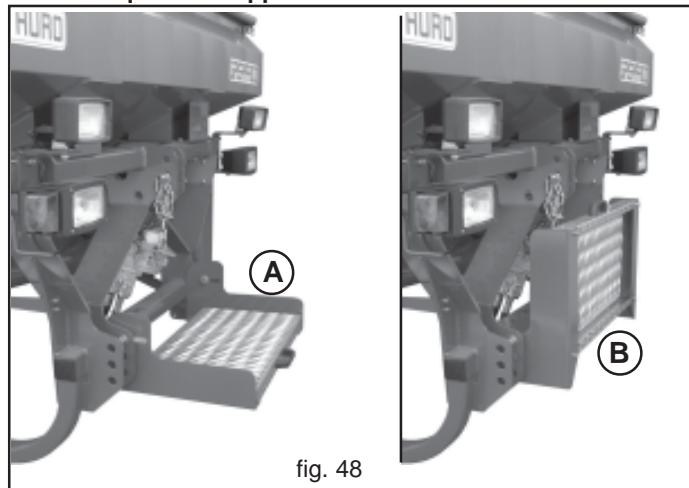

fig. 48
Le chargement des trémies et réservoirs peut s'effectuer à la main ou au moyen d'un élévateur d'une capacité supérieure à 200 kg et régulièrement homologué par les organismes préposés. Il convient de rappeler que le soulèvement de poids supérieurs à 25 kg exige l'intervention de plusieurs opérateurs ou l'utilisation d'un équipement de levage. Dans le cas de chargement manuel, utiliser le marchepied (A, Fig. 48) pour accéder à la trémie de l'équipement. Replier toujours le marchepied comme indiqué à la Figure 48 (B) aussi bien pendant le travail que pendant le transport sur route.